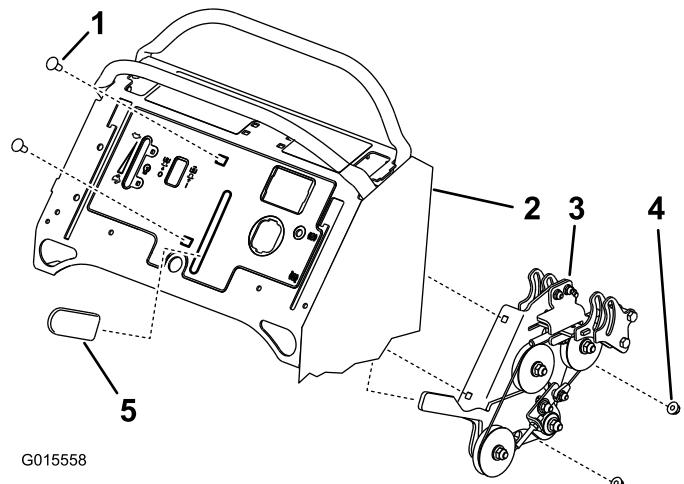

Figura 11
- Coloque el conjunto de control de velocidad en la columna y sujételo a la columna con 2 pernos de cuello cuadrado (5/16 x 1 pulgada) y 2 tuercas con arandela prensada (5/16 pulgada) (Figura 11).
- Instale la empuñadura de goma en la palanca de control de la velocidad (Figura 11).